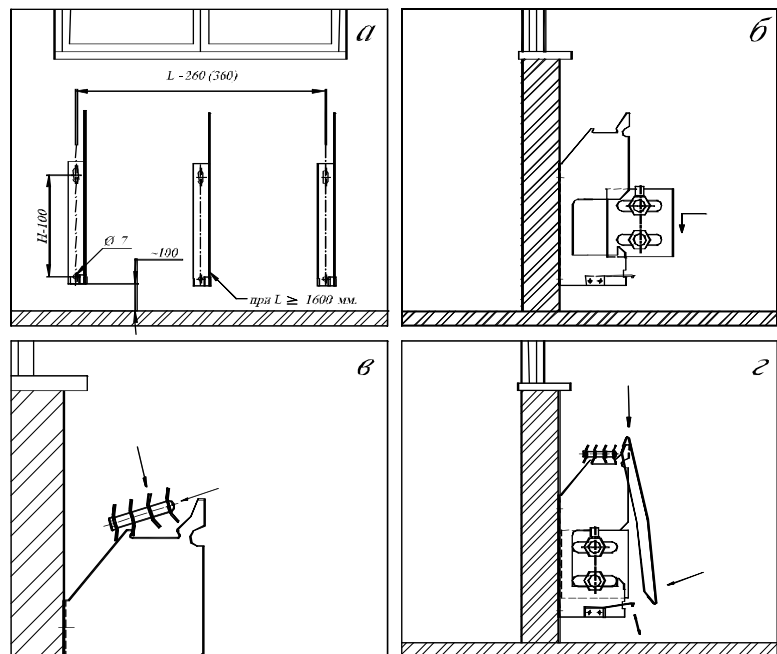

Рис. 4.1. Монтаж настенных конвекторов
2.4. Монтаж настенных конвекторов следует вести в следующем порядке (рис. 4.1):
- разметить места установки кронштейнов при этом следует учесть, что для оптимальной теплоотдачи расстояние между конвектором и полом, должно быть 100 -120 мм (не менее 80% глубины конвектора в установке), а между конвектором и подоконником не менее 100 мм. Расстояние между осями кронштейнов принимается в соответствии с рис. 4.1а. Если длина конвектора равна или более 1,6 м, то он комплектуется третьим кронштейном, который устанавливается посередине прибора;
- установить нагревательный элемент на кронштейны в соответствии с рис. 4.1б;
- установить решетку (рис. 4.1в);
- навесить лицевую панель зафиксировав её нижний край фиксатором кронштейна (рис.4.1г).